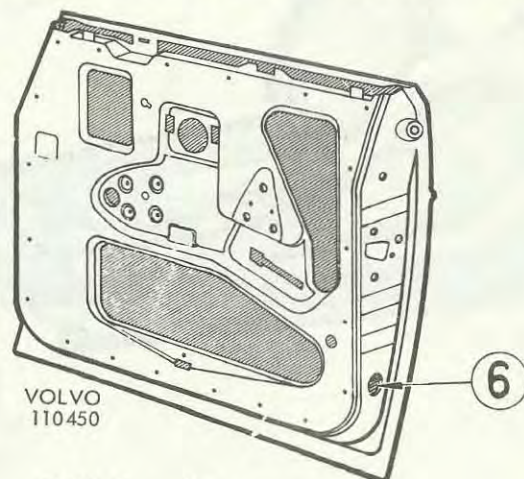

Bild 5. Dörr
Knopp för innerhandtag och plastkåpa i innerpanel demonteras. Alternativt kan hål borraras i dörrens bakre gavel, se pos 6 bild 5.